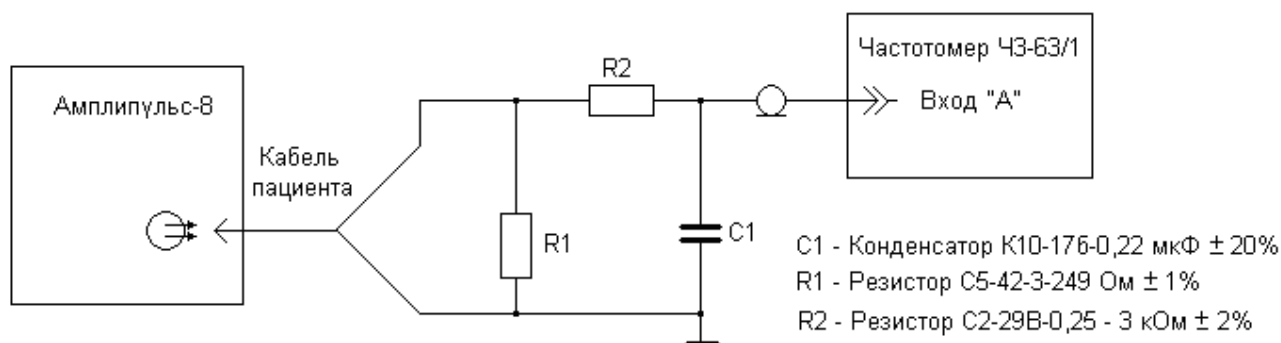

Рисунок 4.1 – Схема подключения для определения относительного отклонения частоты модулирующего напряжения
4.9.3.1 Измерение частоты несущих колебаний проводить с помощью частотомера ЧЗ-63/1, подключенного к выходу первого канала по схеме рисунок 4.1. К выходу первого канала подключить внешнюю нагрузку 249 Ом и установить следующий режим работы аппарата: